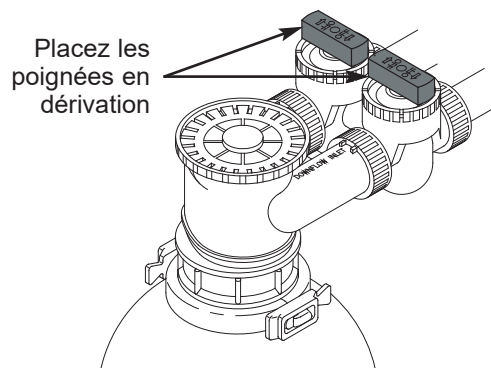

FIG. 6
1. Détournez le système en tournant chaque poignée de dérivation perpendiculaire au débit d'eau (cf. Fig. 6).